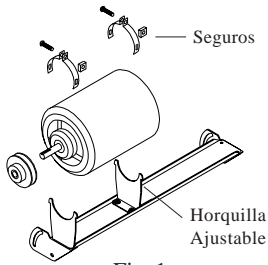

Fig. 1
- **Monte el motor.** Instale el motor del ventilador en las horquillas de la montura. Ajuste la horquilla ajustable si es necesario y sujete el motor con los seguros (véase fig. 1).